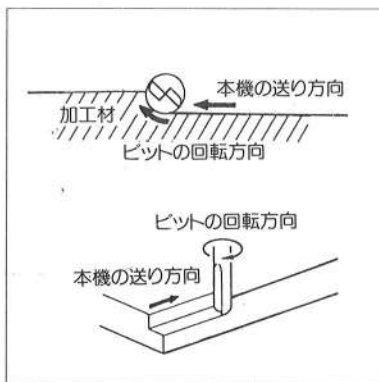

図7
- 材料の側面を加工するときは、本機の送り方向に向かって加工面がビットの左側に来るようにして加工をしてください。(図7参照)